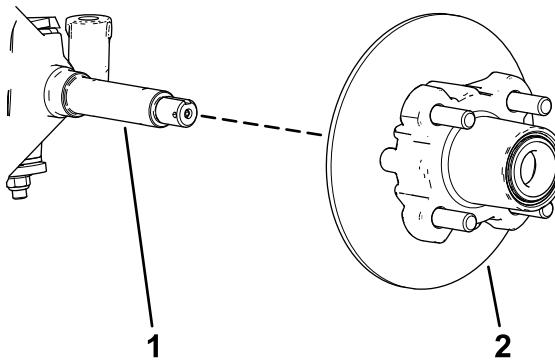

図 33
6. スピンドルからスピンドルナットを外し、スピンドルからハブローラアセンブリを取り出す図32と図33。